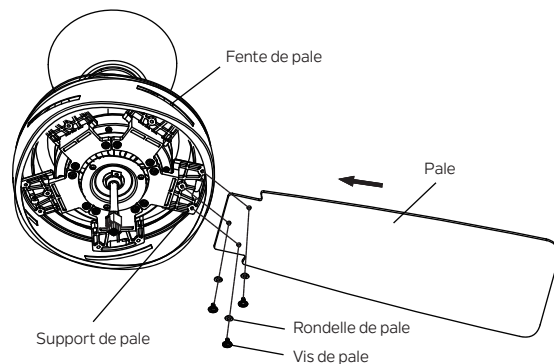

Fig. 16
Étape 1. Faites glisser les pales à travers les fentes de pale du boîtier du moteur et fixez-les aux supports du moteur à l'aide des vis et des plaques de pale. Assurez-vous que les vis fixant la pale au support de pale sont bien serrées et correctement en place. (Fig. 16)